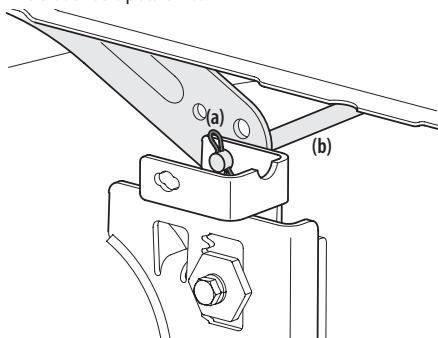

Figura 31
5. Mirando la plataforma de corte desde el lado izquierdo del tractor, ubique el pasador de chaveta (a) que sujetla la varilla de soporte de la plataforma (b) del lado posterior izquierdo de la plataforma. Consulte la Figura 31. Extraiga el pasador de chaveta (a) que sujetla la varilla de soporte de la plataforma (b), y con cuidado saque el soporte de la plataforma del brazo de elevación de la plataforma.